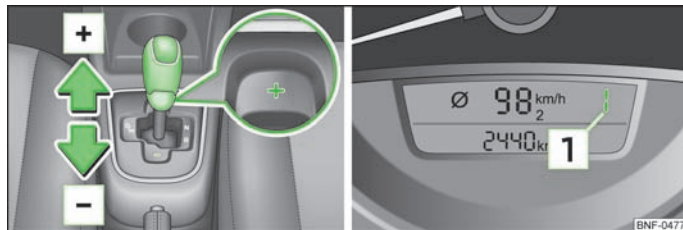

Fig. 73 Leva selettoria: cambio manuale delle marce / strumento combinato: marcia inserita
- Premere verso sinistra la leva selettoria in posizione molleggiata nella direzione indicata dalla freccia e quindi inserire **M**. Nel display dello strumento combinato sarà visualizzata la marcia **1** appena innestata» fig. 73.
- Toccare la leva selettoria in avanti» fig. 73
- Spingere indietro la leva selettoria » fig. 73